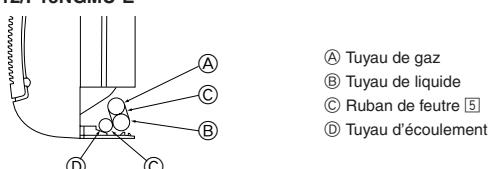

Fig. 5-5
① Ruban de feutre ② Tuyau de liquide
③ Tuyau de gaz
④ Tuyau d'écoulement
⑤ Vue de l'arrière
⑥ Veiller à ce que le milieu du tuyau ne soit pas surélevé.
⑦ En cas de mise en place des tuyaux par la gauche, les tuyaux de réfrigérant et d'écoulement doivent être enveloppés de ruban séparément.
⑧ Faire un lot des tuyaux de réfrigérant et d'écoulement et les entourer de ruban de feutre, avec le ruban blanc se chevauchant de 25/32 in. (20 mm) ou davantage.
⑨ Attacher le bout du ruban de feutre avec une fixation pour bandages.
■ PKFY-P12/P15NGMU-E (Fig. 5-5)